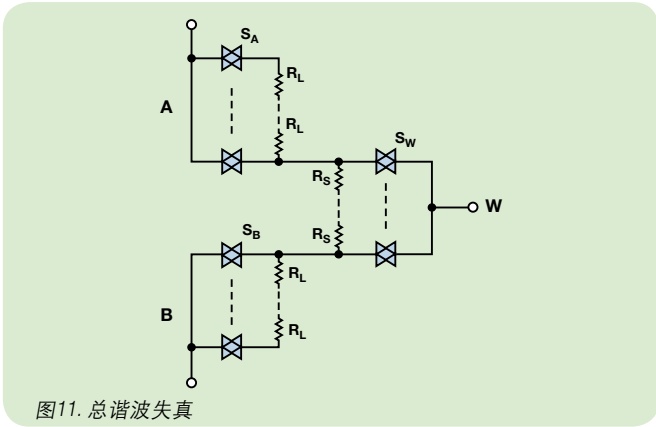

图11. 总谐波失真
**总谐波失真(THD)**—施加于digiPOT端子的交流信号会使内部开关的导通电阻 $R_{on}$ 发生变化，导致某种非对称衰减，从而引起信号失真(见图11)。选择较高的端到端电阻可以降低内部开关电阻对总电阻的贡献，从而提高THD性能。表3显示了一些典型的THD性能值。